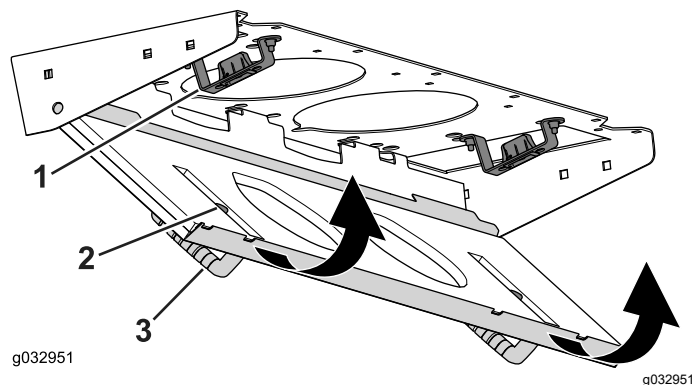

Figure 149
4. Faites pivoter le filtre sur les languettes jusqu'à ce que le pêne s'enclenche dans la gâche (Figure 149).